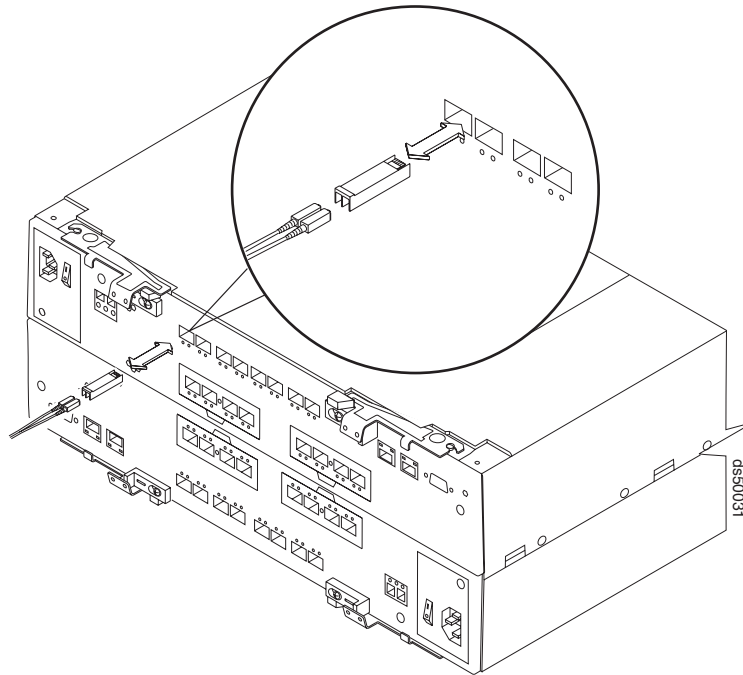

図 20. SFP モジュールの交換
4. 所定の位置に確実に収まるまで、SFP モジュールをファイバー・チャンネル・ポートに挿入します。 58 ページの図 20 を参照してください。
ールが正しく回転されているか確認してください。無理に差し込まないでください。コントローラー A のファイバー・チャンネル・ポートの場合、SFP は、露出したプリント回路を (図 20 に示されているとおりに) 上に向けて差し込んでください。コントローラー B のファイバー・チャンネル・ポートの場合、SFP は、露出したプリント回路を下に向けて差し込みます。